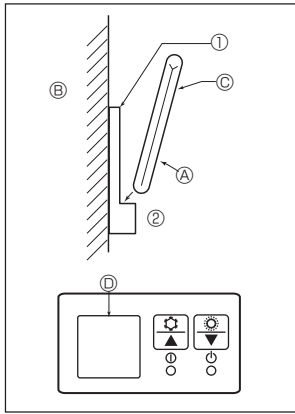

Fig. 6-7
2) Μέθοδος εγκατάστασης (Fig. 6-7)